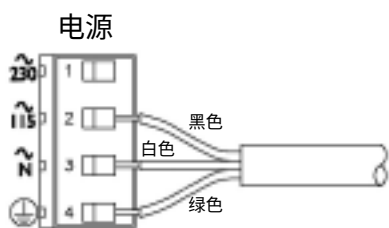

图 2-16
■ 无字母前缀序列号分析仪的 TB3 上的“ground symbol”（接地符号）接线端 1（图 2-16、2-17 或 2-18）。